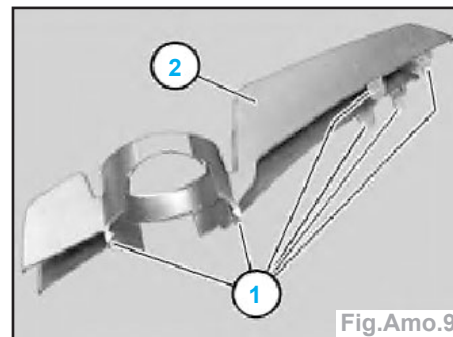

Fig.Amo.9
• décrocher les pattes d'ancrage (1) de la grille (2) par le bas et les tirer légèrement en avant,
• dégager la patte d'ancrage (3) au moyen d'un tournevis coudé et retirer le cache complet en avant.
Nota : les pattes d'ancrage (1) du cache (2) ne doivent pas être endommagées (Fig.Amo.9).